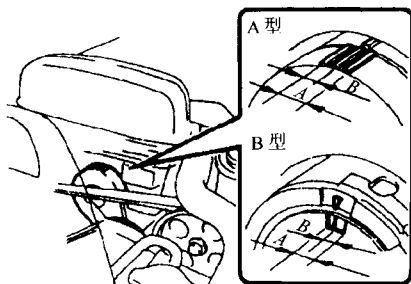

图 16 使张紧轮的箭头标记与标尺时齐——
7) 如果安装的是旧带, 应确保张紧轮上的箭头标志处在标尺的 A 区域范围内 (见图 16)。
头标记处在标尺的 B 区域范围内（见图 16）